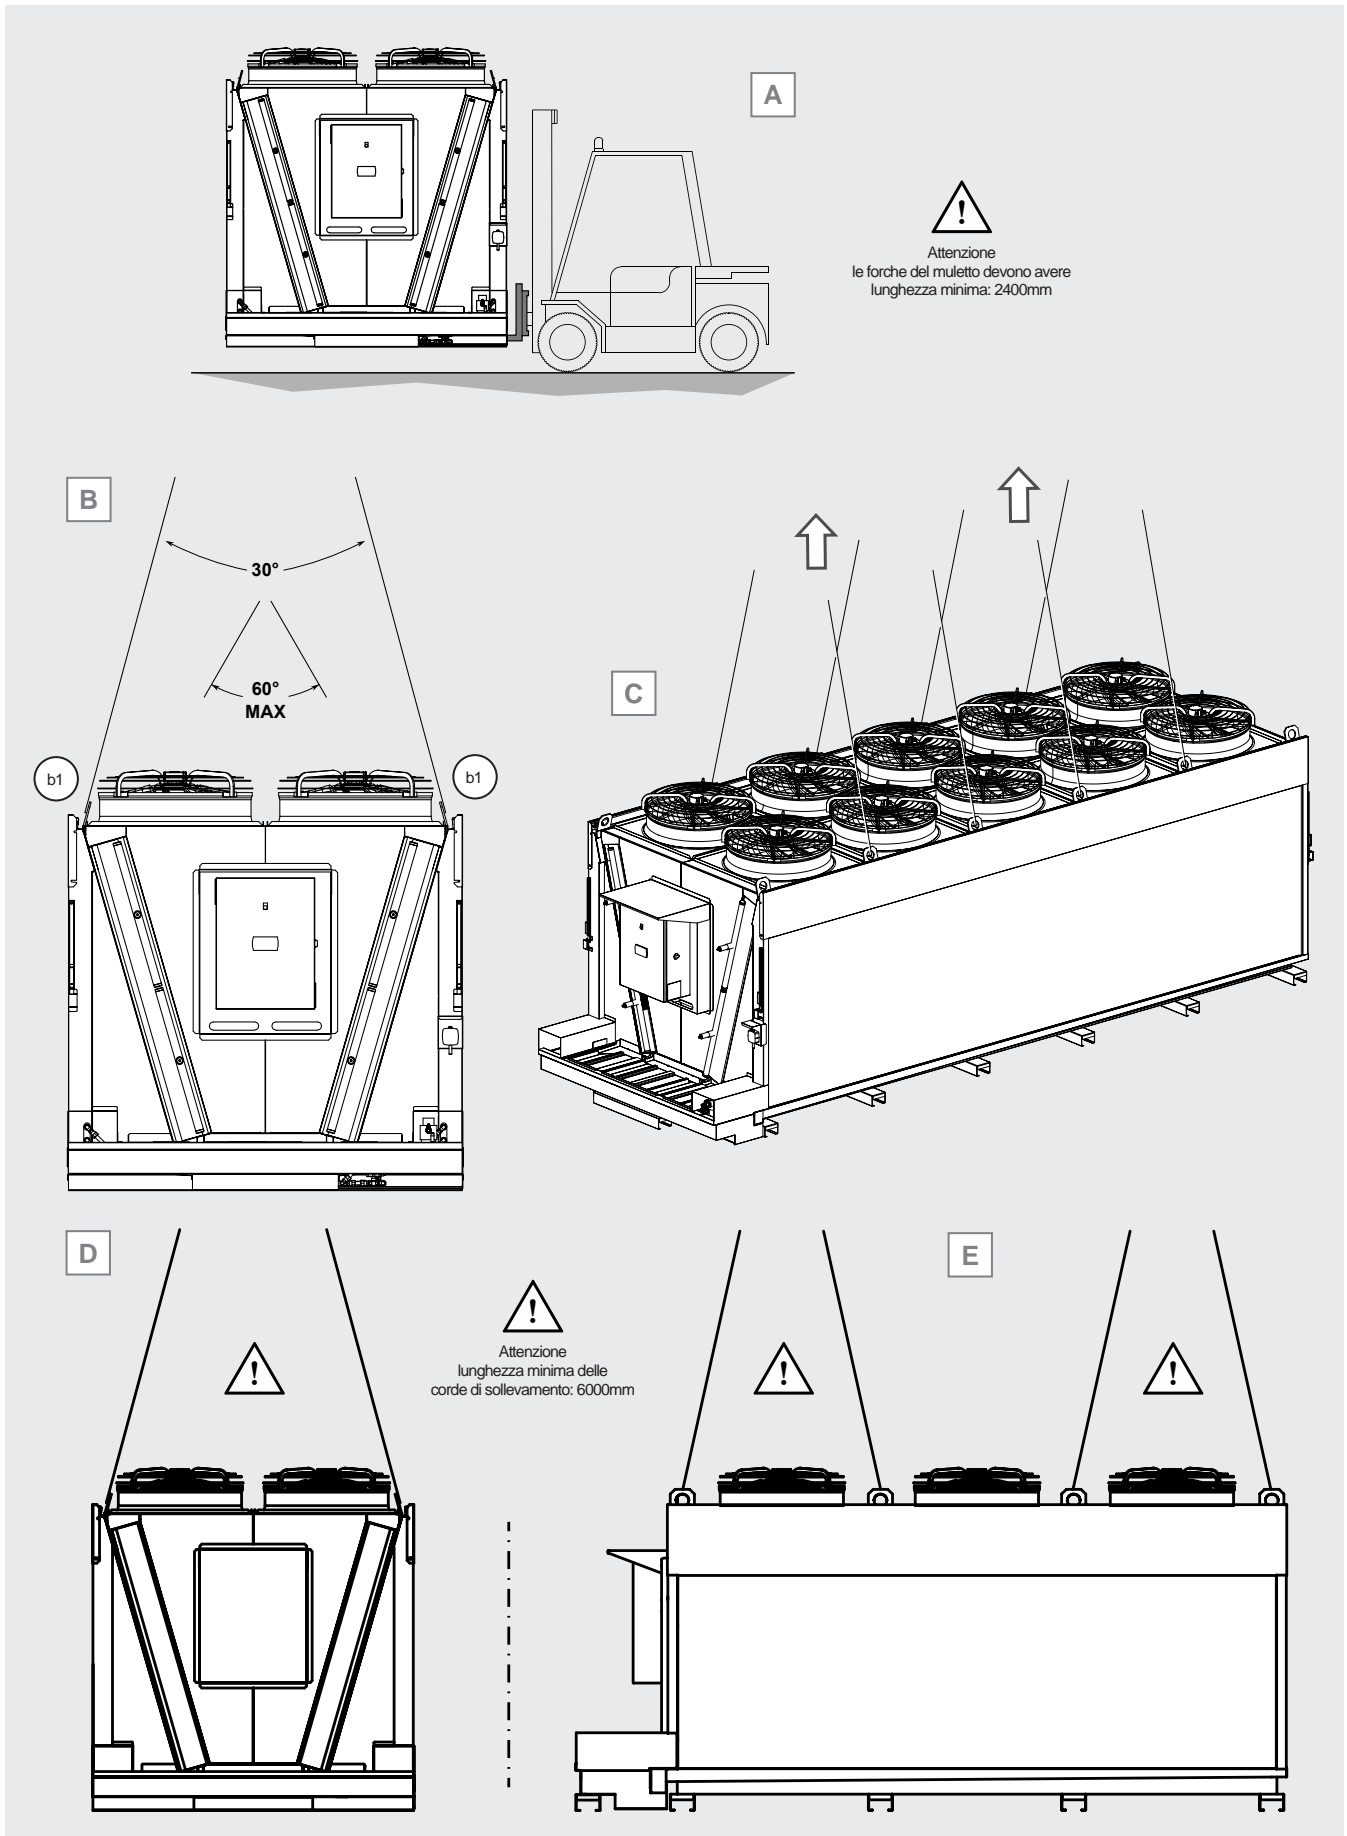

Figura 6
5.7 Per il carico e scarico da mezzo di trasporto con carrello elevatore le staffe di sollevamento devono avere lunghezza superiore o almeno uguale a 2400mm. Si veda Figura 6 A.
5.8 Per il carico e scarico da mezzo di trasporto mediante gru o carro ponte, agganciare la gru o carro ponte ai punti di sollevamento secondo la Tabella 3. Si veda la Figura 6 B. Si osservi che per agevolare le sole operazioni di carico e scarico dal mezzo di trasporto è possibile utilizzare anche solo n. 4 punti di sollevamento.
5.10.1 agganciare la gru o il carro ponte ai punti di sollevamento (b1), si veda Figura 6 B. Utilizzare tutti i punti di sollevamento. Per i modelli a n. 5 motori per fila è accettabile l'utilizzo di n. 4 punti di sollevamento per lato (punti di sollevamento centrali).
5.10.2 sollevare il modello e posizionarlo nella collocazione finale. Si veda Figura 6 C.
Per il carico-scarico del modello dal mezzo di trasporto e per la sua movimentazione devono essere utilizzate corde di sollevamento e bilancini. È possibile utilizzare bilancini sia in senso longitudinale che trasversale, si osservino la Figura 6 D ed E.